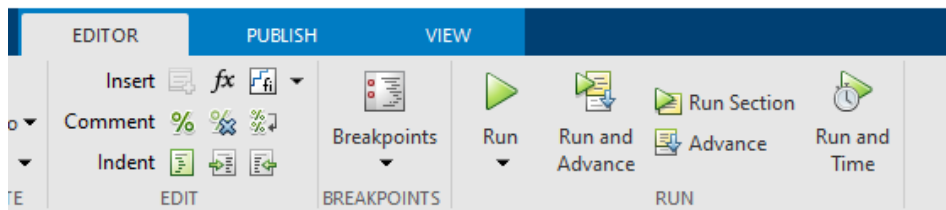

Figura 5.26: Botón de ejecución para la prueba del *script* en el sistema iiDAQ.
4. Una vez listo el programa, dar clic en *EDITOR>Run* (Figura 5.26).